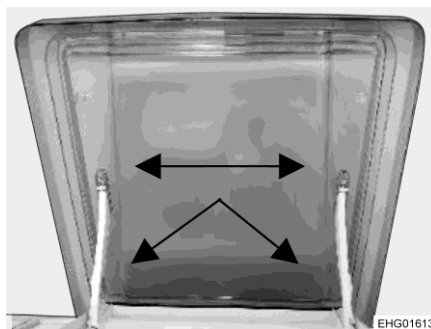

Fig. 133 Claraboya VisionStar
- La claraboya se puede desmontar para limpiarla. Para ello, retirar con cuidado las férulas de plástico (Fig. 133, flechas).